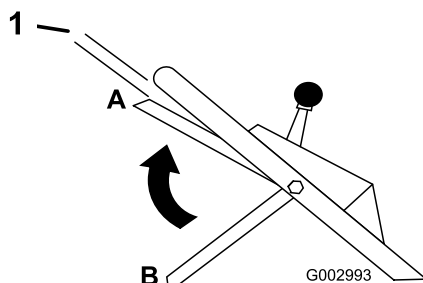

Figura 16
9. Levante la barra de control de la cuchilla hasta 2,5 cm aproximadamente del manillar; consulte la posición A en Figura 16.